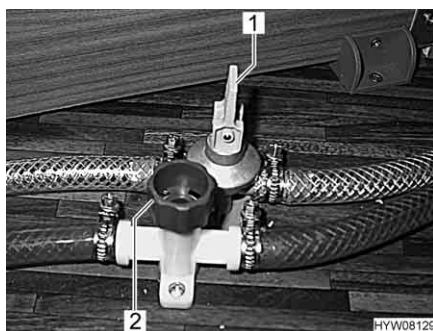

Fig. 162 Rubinetti di scarico (pacchetto autarchico)
- Chiudere i rubinetti di scarico. Ruotare i coperchi (Fig. 162,1) in senso orario e posizionare la leva a bilanciere (Fig. 162,2) in posizione orizzontale.